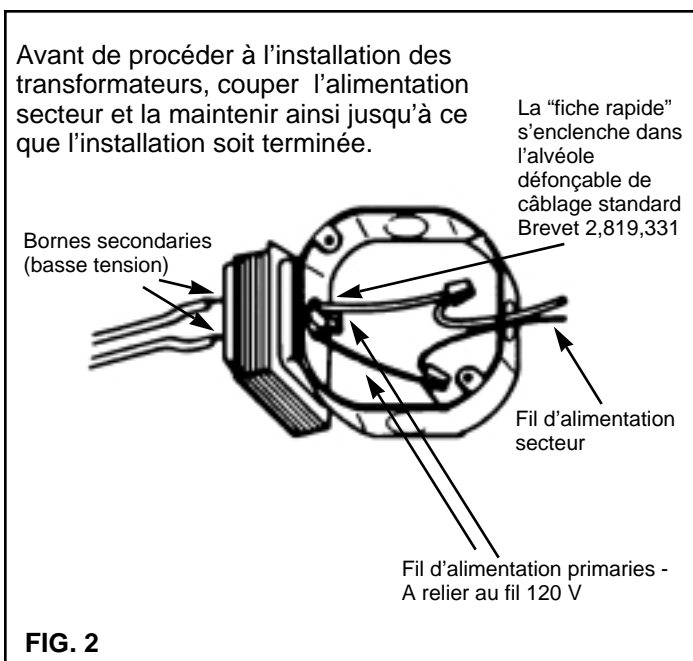

FIG. 2
1. Voir la figure 2. Installer les transformateurs sur des boîtes de jonction métalliques standard ou sur le boîtier des disjoncteurs. Les transformateurs sont munis d'une patte d'installation pour qu'ils puissent être fixés dans une alvéole défonçable de 7/8 po. Ils doivent être placés au sous-sol, dans la chaufferie ou à tout autre endroit accessible. **Ne pas les installer dans le grenier.**